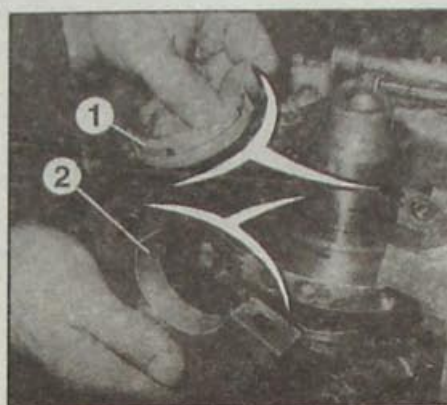

Рис. 1.70. Установка вкладышей коренных подшипников:
- подшипников в блок цилиндров. Обратите внимание, что верхние вкладыши имеют канавки (рис. 1.70).